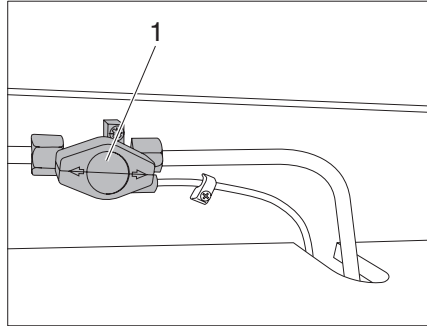

Fig. 70 Llave de paso de gas de la cocina
- ▶ Antes de poner en funcionamiento un aparato empotrado a gas, abrir la llave de paso principal de la bombona de gas y la llave de paso de gas (Fig. 70,1).